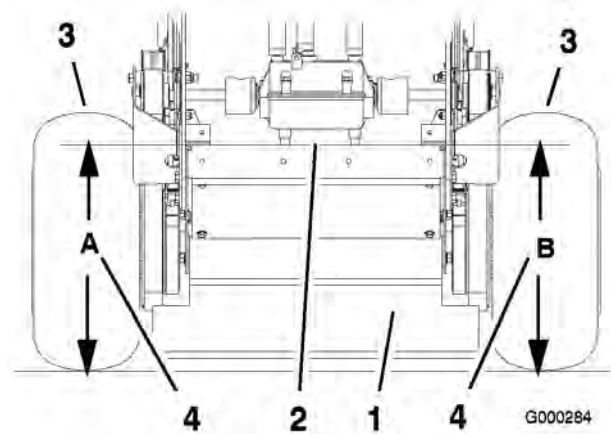

Figure 73
- Mesurez la hauteur du plancher moteur au point **A** (Figure 73).
- Mesurez la hauteur du plancher moteur au point **B** (Figure 73).